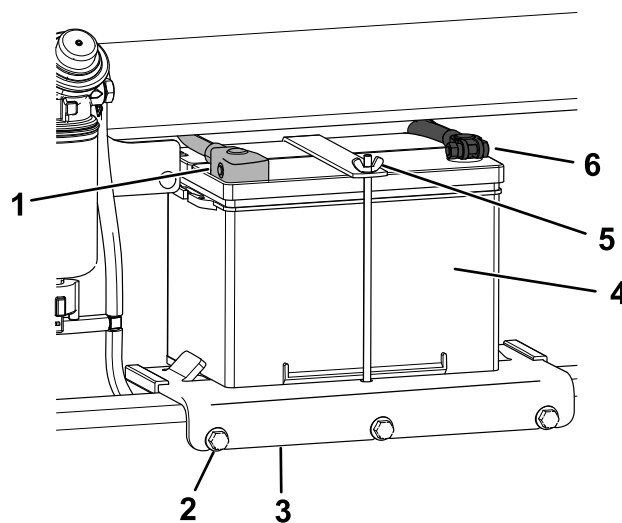

Figure 61
4. Débranchez le câble négatif (noir) de mise à la masse de la borne de la batterie (Figure 61). Conservez les fixations.
6. Débranchez le câble positif (rouge) de la borne de la batterie (Figure 61). Conservez les fixations.
7. Desserrez les 3 boulons de fixation du support de batterie et déposez le support avec la batterie (Figure 61).
1. Placez la batterie sur son support et fixez-la en place avec l'écrou à oreilles et la tige (Figure 61).
2. Montez le support de batterie sur la machine et fixez-le en place avec les 3 boulons (Figure 61). Serrez les boulons à 41 N·m (30 pi-lb).
3. En vous servant des fixations retirées précédemment, branchez le câble positif (rouge) de la batterie à la borne positive (+) (Figure 61).
5. En vous servant des fixations retirées précédemment, branchez le câble négatif (noir) à la borne négative (-) de la batterie (Figure 61).